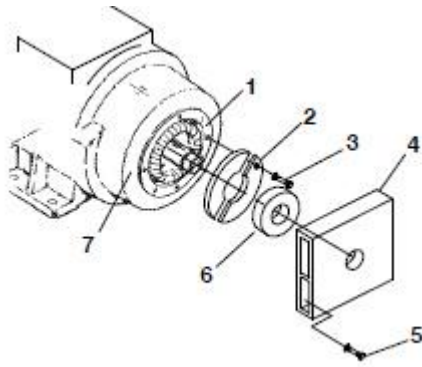

Рисунок 4-6. Снятие выпрямителя
1. Снимите крышку подшипника, которая крепиться на 4 болтах (см. Рисунок 4-6). За крышкой находится подшипниковый узел и диоды.
1. Снимите кожух. (см. Рисунок 4-6)